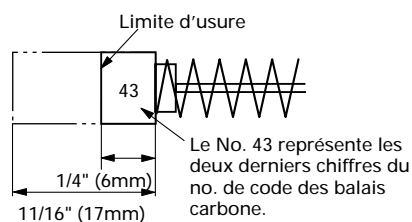
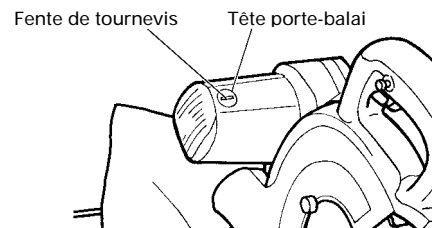

Fig. 53
Fig. 54
- (1) Desserrer l'écrou de 8mm et serrer les deux vis de 8mm hexagonales de réglage jusqu'à ce que l'outil électrique fonctionne régulièrement et sans à-coup.
- (2) Serrer l'écrou de 8mm à fond après avoir terminé ces réglages.
3. Inspecter les balais carbone (Fig. 53 et Fig. 54)
En conséquence, inspecter périodiquement les balais en carbone et les remplacer lorsqu'ils ont atteint la limite d'usure comme indiqué à la Fig. 53.
Par ailleurs, maintenir les balais carbone propres de façon qu'ils glissent régulièrement dans les porte-balai. Les balais carbone sont faciles à retirer ; pour cela, retirer les têtes porte-balai (voir Fig. 54) avec un tournevis à tête plate (signe moins).